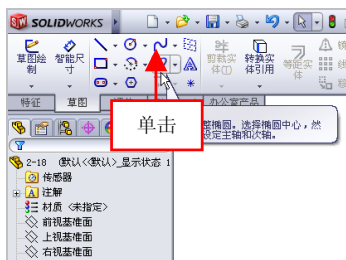

图 2-19 单击【椭圆】按钮
(2) 在【草图】选项卡中单击【椭圆】按钮，如图 2-19 所示。